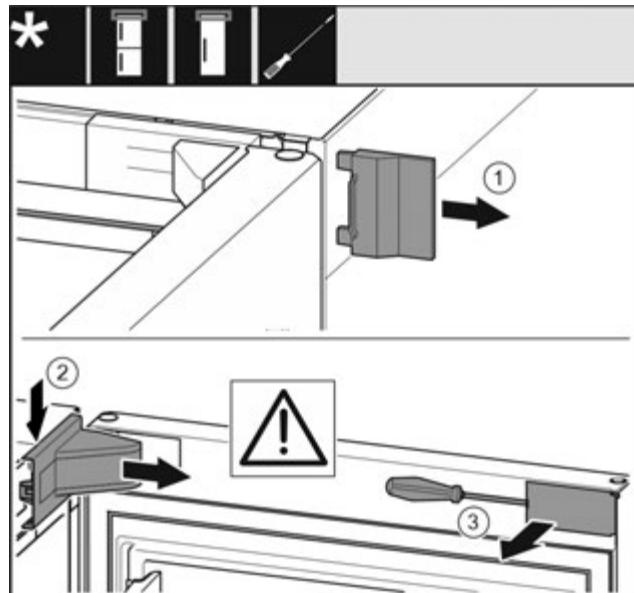

Fig. 9
- Зніміть зовнішню кришку. Fig. 9 (1)
- Звільніть і ослабте кришку опорного кронштейн на зніміть кришку опорного кронштейна. Fig. 9 (2)
- За допомогою шліцевової викрутки звільніть від фіксатора та поверніть убік накладку. Fig. 9 (3)